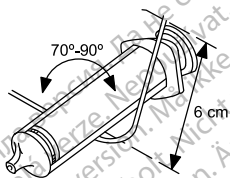

Figura 2. Curve el estilete
2. Seleccione un estilete según la función y la firmeza preferida. Si lo desea, curve suavemente el estilete con un instrumento estéril de superficie lisa (p. ej., el cilindro de una jeringa de 10 o 12 cc) (Figura 2 Curve el estilete en la página 15).